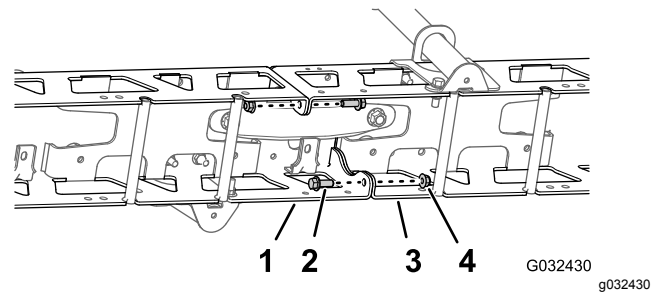

Bild 52
1. Entfernen Sie die zwei Bundkopfschrauben (3/8" x 1") und die zwei Sicherungsmutter (3/8"), mit denen die vertikalen Flansche des linken und rechten Trägerrahmens befestigt sind (Bild 52).